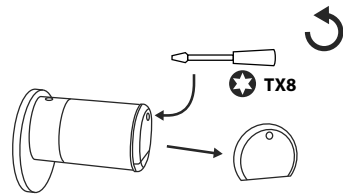

Abb. 2
- 1 Lösen Sie mit dem beigefügten Schraubendreher TX8 auf der Innenseite der Tür am vorderen Ende des Knopfs die Schraube und klappen Sie den Deckel auf. Die Schraube kann nur bis zum Öffnen des Deckels ausgedreht werden und fällt nicht heraus. (Abb. 2).